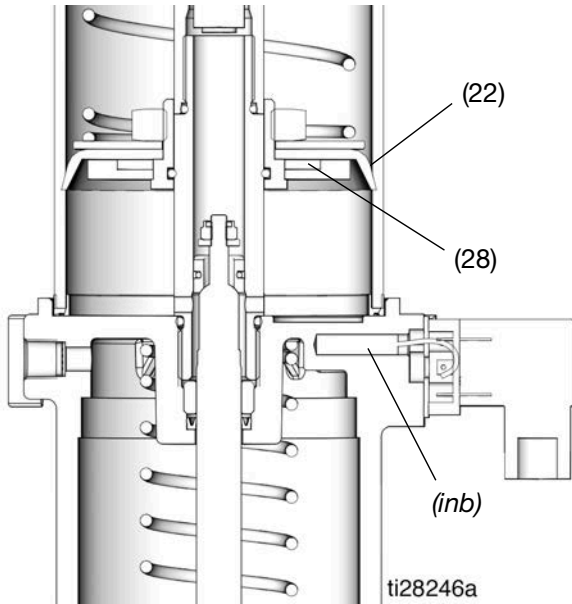

FIG. 9
Según se va dispensando la grasa, el plato seguidor (22) desciende en el depósito. Cuando se acerca al interruptor de nivel bajo (*inb*), el imán (28) de la base del plato seguidor activa el interruptor de nivel bajo normalmente cerrado, abriendo el interruptor y enviando una señal al controlador del lubricador (J) (Fig. 9).